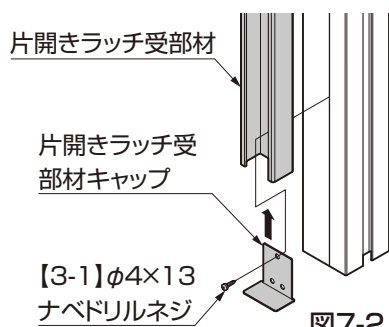
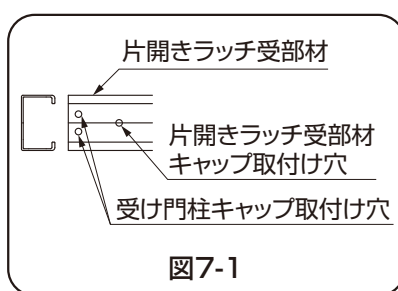
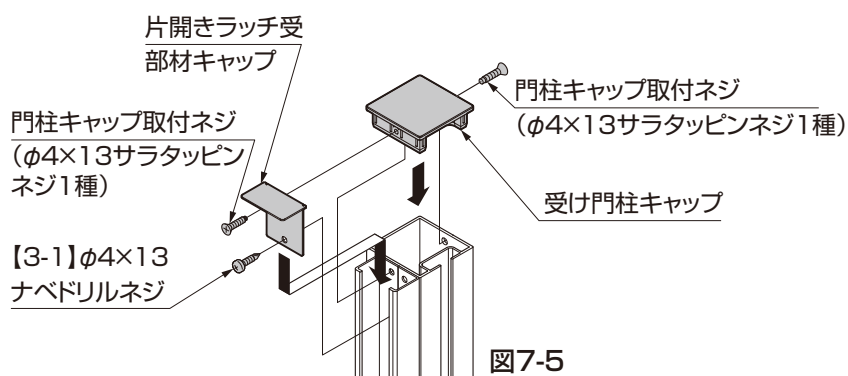

図7-2
図7-1
図7-5
- ①CF錠の取付説明書(A503)を参考に錠を取付けてください。
- ②受け門柱キャップを取外してください。
- ③片開きラッチ受部材と下側の片開きラッチ受部材キャップを受け門柱の下穴にそって【3-1】で取付けてください。(図7-1、図7-2参照)
- 下部分の片開きラッチ受部材キャップを取付ける際は、片開きラッチ受部材キャップ取付穴1カ所で固定してください。(図7-1、図7-2参照)
- ⑥受け門柱キャップと上側の片開きラッチ受部材キャップを、取付けていたネジと【3-1】で取付けてください。(図7-1、図7-5参照)